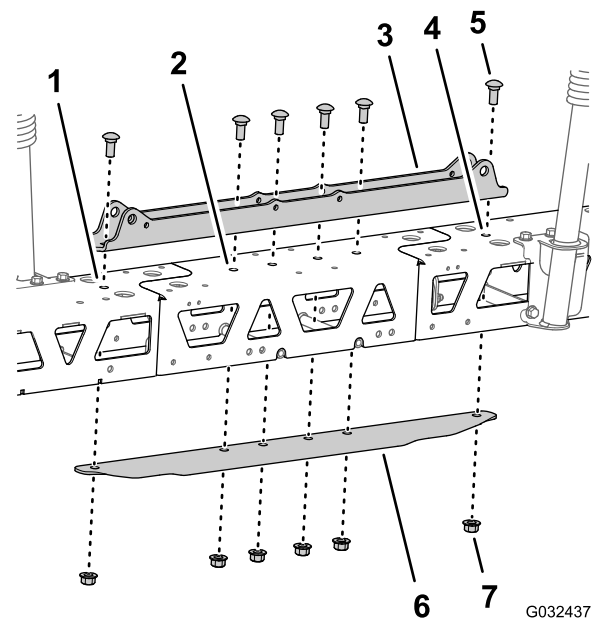

Figura 77
5. Alinee los orificios del bastidor de los cilindros con los orificios situados en la línea central del perfil del travesaño y de la extensión del brazo central (**Figura 77**).
6. Inserte la pletina de unión en el perfil del travesaño y la extensión de brazo central y alinee el orificio de la pletina con los orificios situados en la línea central de los travesaños y de la extensión del brazo (**Figura 77**).
7. Ensamble el bastidor de los cilindros, los travesaños, la extensión del brazo central y la pletina de unión con los 2 pernos de cuello cuadrado (1/2" x 1-1/4") y las 2 contratuercas con arandela prensada (1/2") que retiró en el paso 2 de Separación del travesaño de la sección de brazo central \(página 35\), y los 4 pernos de cuello cuadrado (1/2" x 1-1/4") y 4 contratuercas con arandela prensada (1/2") del kit de acabado del sistema de fumigación GeoLink (**Figura 77**).